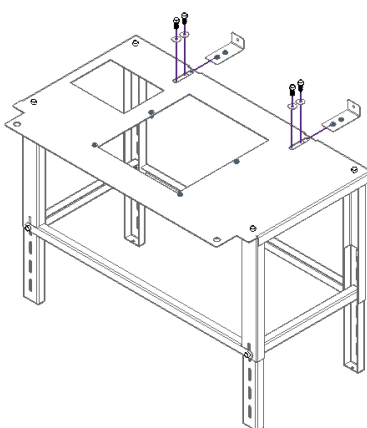

Figura 5 – Montagem mesa auxiliar
4. Colocar os dois esquadros através da abertura na mesa e colocar um parafuso e anilha em cada. Não se deve apertar os parafusos totalmente, apenas o suficiente, para permitir o deslocamento dos esquadros, Figura 5.